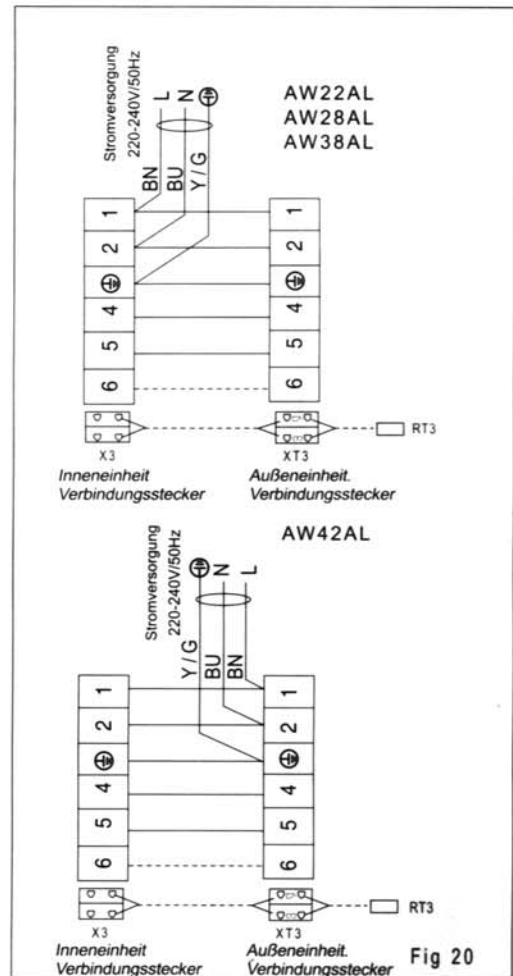

Fig 20
3. Verbinden Sie die Kabelenden mit den Anschlußklemmen der Inneneinheit und der Außeneinheit wie in Abb.20.
4. Bilden Sie eine Schleife und verbinden Sie die gelb/grüne Ader zur Erdungsklemme der Inneneinheit wie in Abb.20.